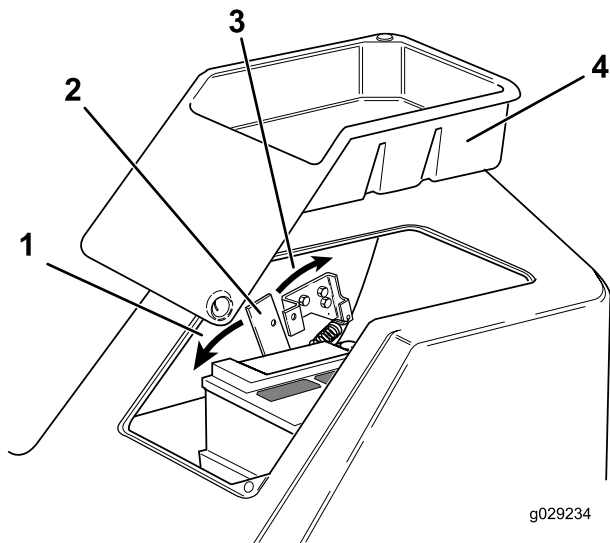

Figura 23
2. Sbloccate e rimuovete il vassoio portaoggetti dal lato sinistro della piattaforma (Figura 23).
4. Spostate la leva del dispositivo di bloccaggio verso la parte anteriore della macchina fino a quando il dispositivo non si sgancia dalla barra di bloccaggio, e sollevate la piattaforma (Figura 23).
- Spostate la leva del dispositivo di bloccaggio verso la parte anteriore della macchina quando la piattaforma è quasi del tutto abbassata (Figura 23).
- Abbassate completamente la piattaforma e spostate la leva del dispositivo di bloccaggio verso la parte posteriore della macchina fino a quando il fermo non si innesta completamente sulla barra di bloccaggio (Figura 23).